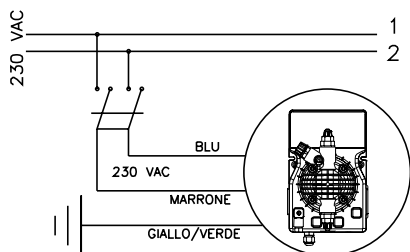

Fig. 4
- 1) **S'assurer qu'elle est débranchée du réseau électrique (les deux polarités) en retirant les conducteurs des points de contact du réseau en séparant les contacts d'une distance minimum de 3 mm (fig. 4).**
- 1) S'assurer qu'elle est débranchée du réseau électrique (les deux polarités) en retirant les conducteurs des points de contact du réseau en séparant les deux fils d'une distance minimum de 3 mm (fig. 4).
- b. - Respecter les normes en vigueur dans les différents pays pour ce qui est de l'installation électrique (fig. 4). Si le câble électrique n'a pas de fiche électrique, l'appareil doit être relié au réseau d'alimentation par l'intermédiaire d'un interrupteur omnipolaire sectionneur ayant une distance minimum entre les contacts de 3 mm. Avant d'accéder aux dispositifs de raccordement, tous les circuits d'alimentation doivent être coupés.